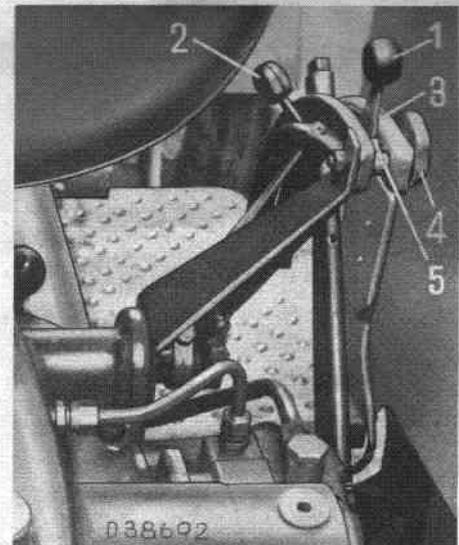

Fig. 57
Le mouvement du levier de contrôle de position peut être limité par une butée (5) déplaçable sur le secteur (3) (fig. 57) et bloquée par l'écrou moleté (4). La butée sert au maintien de la profondeur de travail préalablement choisie ainsi que pour la retrouver rapidement.
Pour la mise en place de la butée, manœuvrer le levier de contrôle de position de façon à obtenir la profondeur de travail désirée, dévisser l'écrou moleté (4) (fig. 57), pousser la butée sur le secteur, jusqu'en contact du levier, bloquer l'écrou moleté. Pour ramener l'outil, par exemple après l'avoir relevé dans un virage, à sa position initiale, il convient d'amener simplement la manette de contrôle de position contre la butée de profondeur. Si l'on veut, pendant le contrôle de travail, faire descendre l'outil à une plus grande profondeur, le levier de contrôle de position doit être tiré vers soi de façon à éviter la butée et placé plus bas. Il n'y a pas besoin de pousser la butée pour cela. La position de profondeur déterminée auparavant est ainsi maintenue pour reprendre plus tard le même travail.